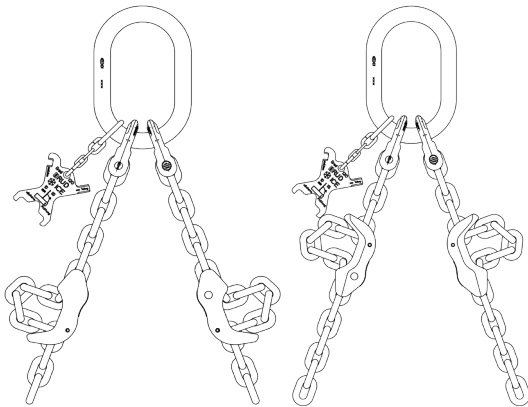

Abb. 6: Mehrstrang-Montage
- Montieren Sie die Multi-Verkürzungsklauen in 2-Strang-Gehängen für eine erleichterte Benutzung in der Position „Rücken an Rücken“ (vgl. Abb. 6).